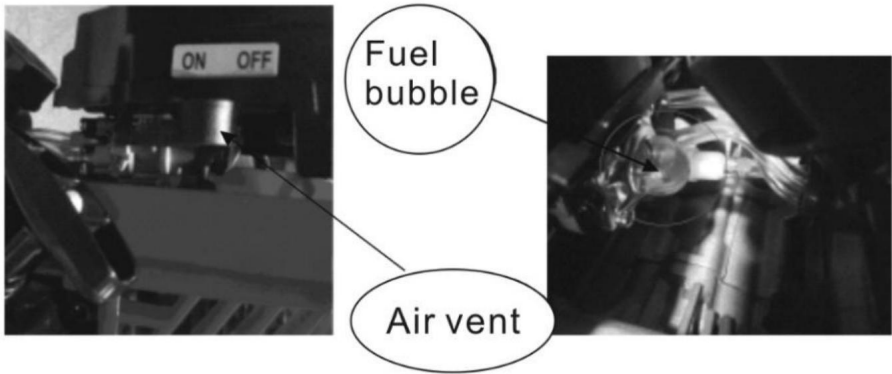

Fig 3
- 1.Bevor Sie die neue Maschine zum ersten Mal starten, drücken Sie den transparenten Kraftstoff Blase (siehe Abb. 3), um den Vergaser vollständig mit Kraftstoff zu füllen. (Schließen Sie die Entlüftungsöffnung, wenn der Motor abkühlt, öffnen Sie jedoch die Entlüftung nur bei warmem Motor).